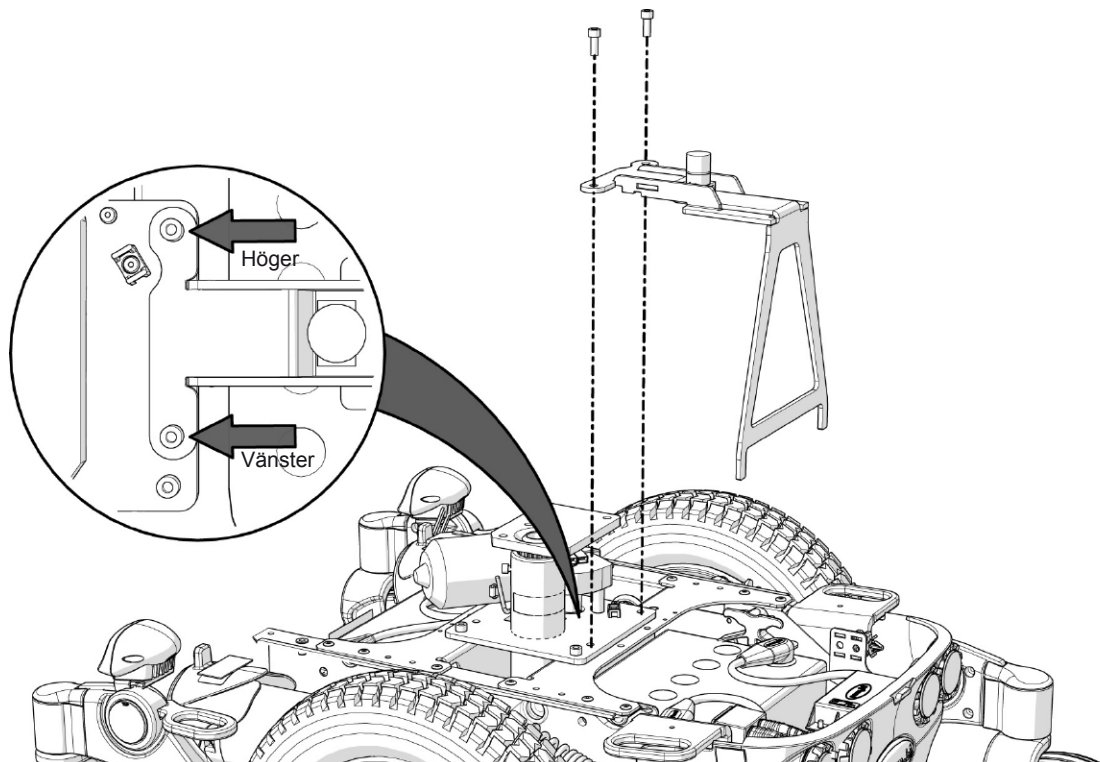

Bild 2. Sitsstödet sitter monterat med två skruvar.
6. Placera sitsstödet i chassit och montera med de två skruvarna, se bild 2.